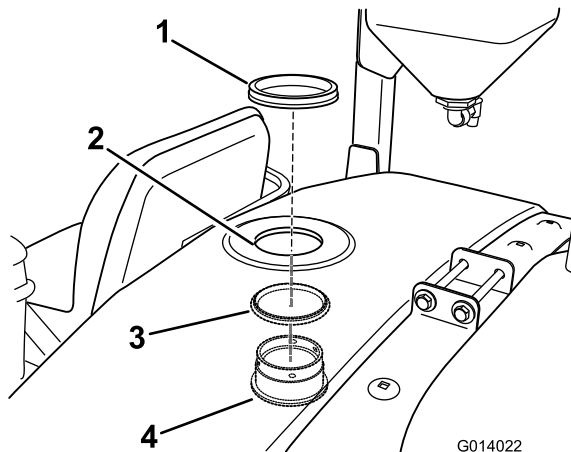

Figura 21
- Instale el conector estanco según se muestra en Figura 21.